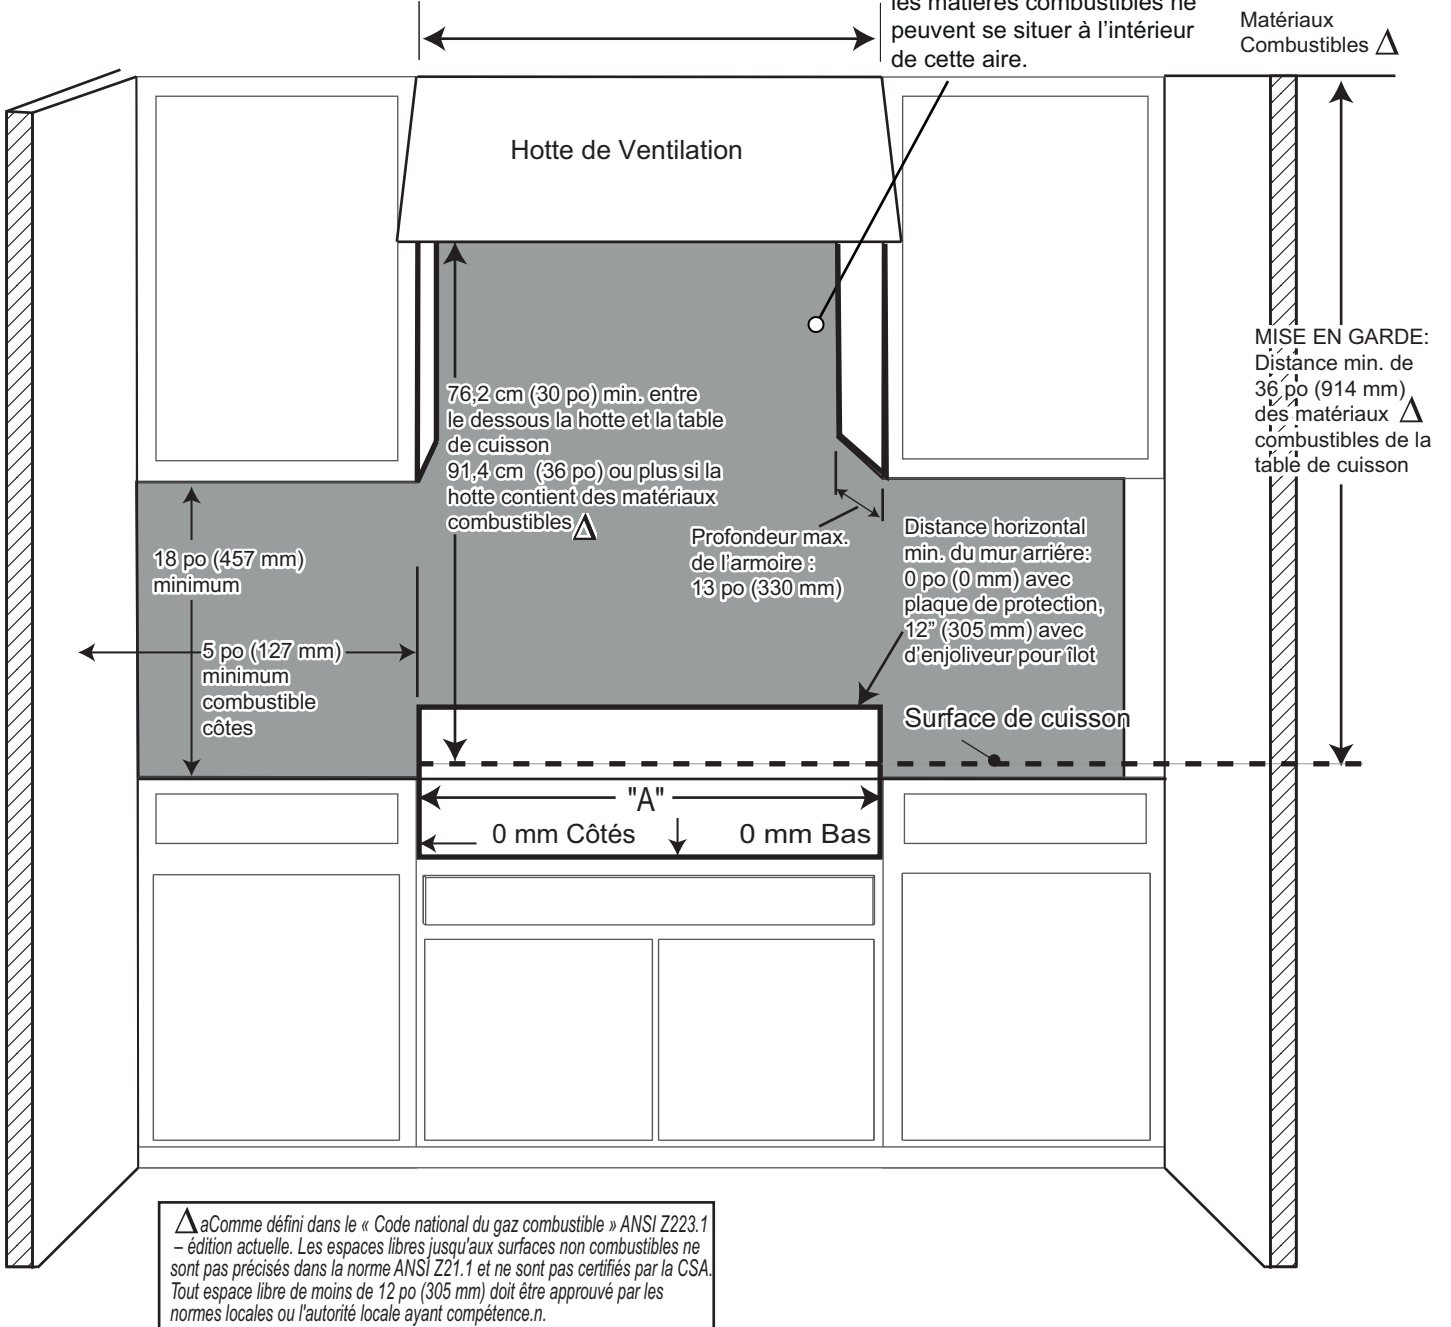

Figure 1 : Dégagements
Lors de l'utilisation de la garniture d'îlot THERMADOR, il faut un espace minimal de 12 po (305 mm) entre la partie arrière de l'appareil et la surface combustible (voir *Figure 1 à la page 7*). Les espaces libres jusqu'aux surfaces non combustibles ne sont pas précisés dans la norme ANSI Z21.1 et ne sont pas certifiés par la CSA. Tout espace libre de moins de 12 po (305 mm) doit être approuvé par les normes locales ou l'autorité locale ayant compétence.
- Pour une meilleure élimination des fumées, le bord inférieur de la hotte doit être placé à une distance de 91,4 cm (30 po) au-dessus de la table de cuisson. (Voir *Figure 1*).
2. Les dégagements requis sont indiqués à la *Figure 1*. Les mêmes dégagements s'appliquent aux installations en îlot, excepté pour les armoires suspendues qui doivent laisser un espace suffisamment grand pour y loger la hotte de l'îlot.
tuyau d'arrivée de gaz de la table de cuisson. Tous les autres dégagements au-dessus du plan de travail doivent être maintenus comme indiqués à la *Figure 1*.